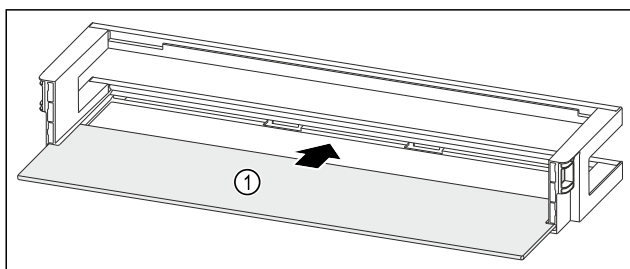

Fig. 250 Dveřní přihrádka s odkládací plochou
- ▶ Odkládací plochu Fig. 250 (1) zasuňte do bočních vybrání.